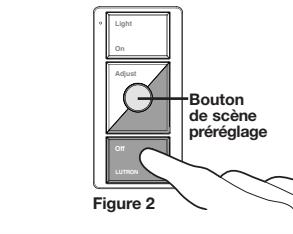
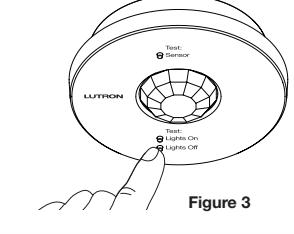

Figure 2
Figure 3
- 2** Appuyer et maintenir enfoncé le bouton Off de la commande sans fil ou du détecteur (Figure 2) ou du détecteur (Figure 3) pendant approximativement 6 secondes.